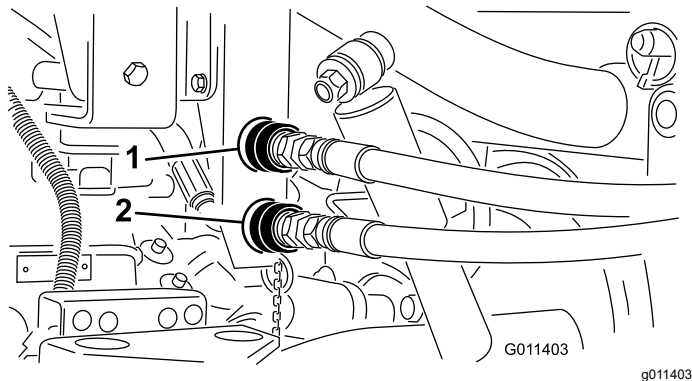

Figura 18
1. Rimuovete l'eventuale sporcizia dagli attacchi rapidi dei flessibili dello spargitore (Figura 18).
Nota: Gli Attacchi mostrati nella Figura 18 appartengono a veicoli con numero di serie 239999999 e precedenti.